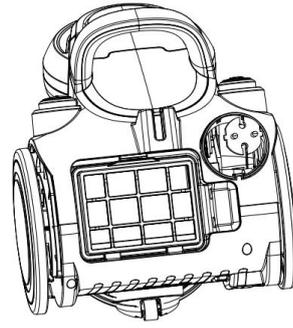

Fig.11
2) Como mostra na Fig.11, remova o filtro de saída de ar para a sua limpeza.